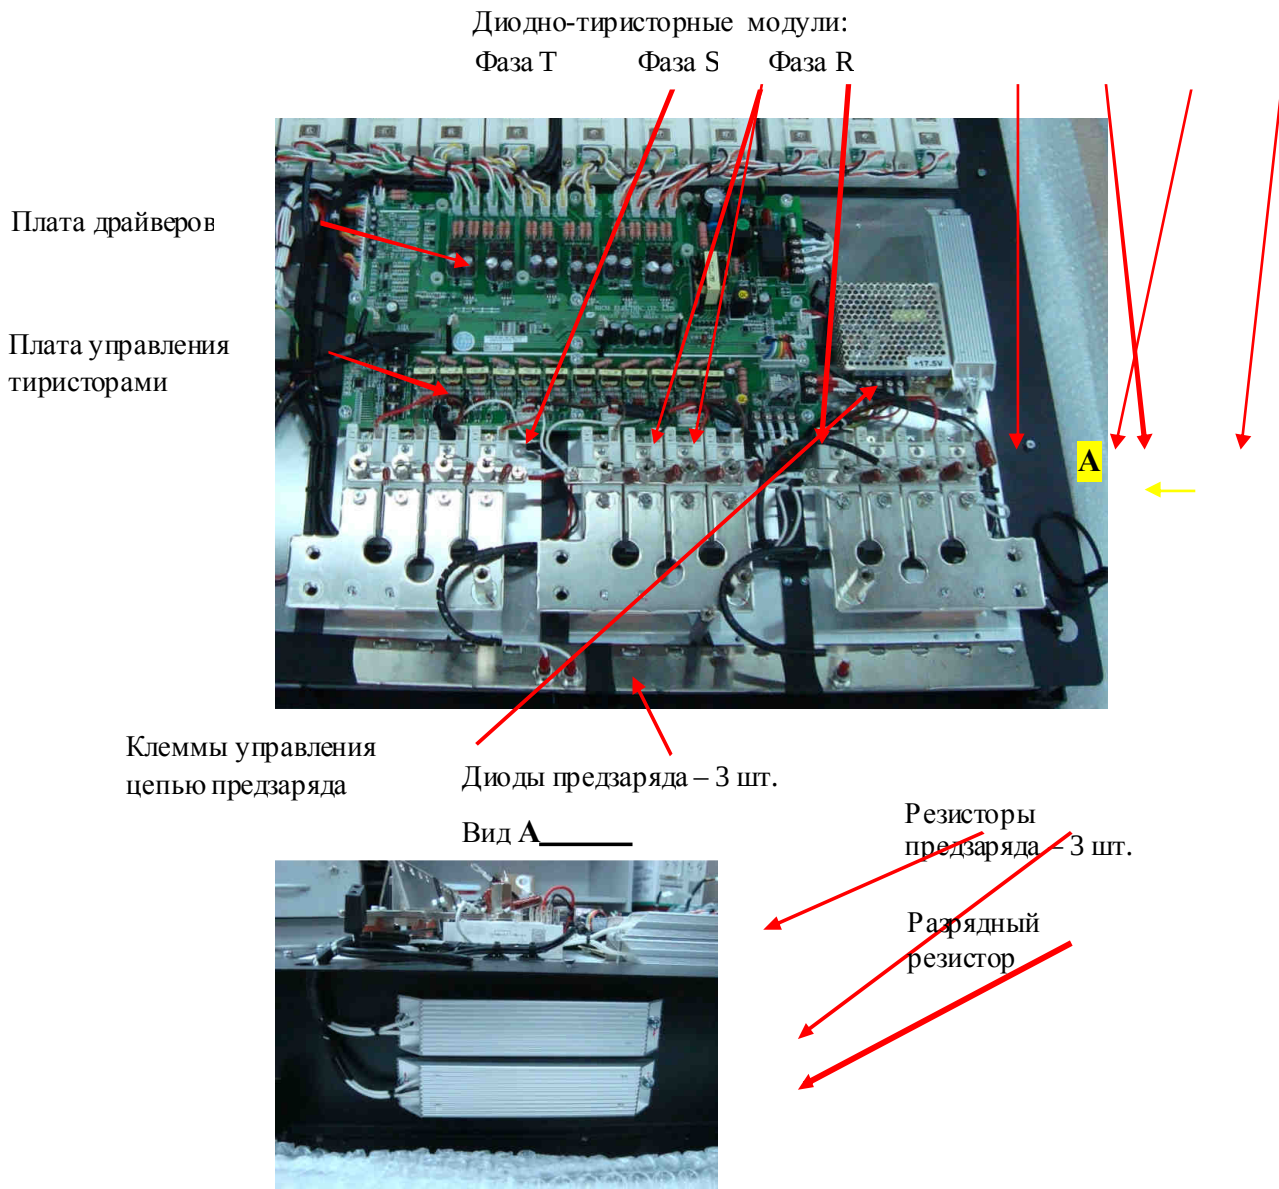

Рис. 4.7.
4.7.2.1. Демонтировать пульт управления, плату ЦП, блок конденсаторов, объединительную шину «+» выпрямителя и кожух в соответствии с разделом 5. Расположение диодно-тиристорных модулей показано на рис. 4.7.